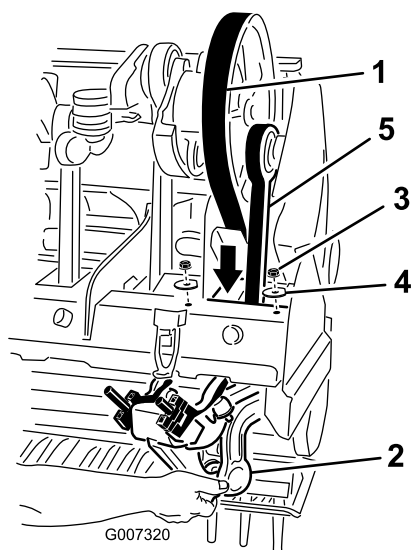

Рисунок 38
5. Отверните и снимите две контргайки и снимите шайбы, с помощью которых крепится амортизатор Rotalink для толкающего рычага № 1 (Рисунок 38).
- Проложите ремень привода вниз сквозь раму аэраторного вала и вокруг нижнего конца толкающего рычага № 1 (Рисунок 38).